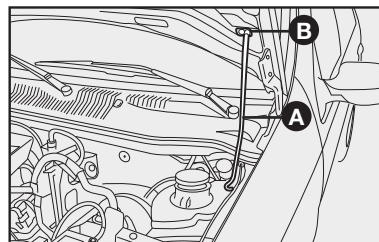

fig. 113
- 4) Introduzir a extremidade da vareta **A** na abertura **B** do capô do motor **fig. 113**.
- 1) Manter levantado o capô com uma mão e, com a outra, tirar a vareta **A**-fig. 113 da abertura **B** e repô-la no seu dispositivo de bloqueio;